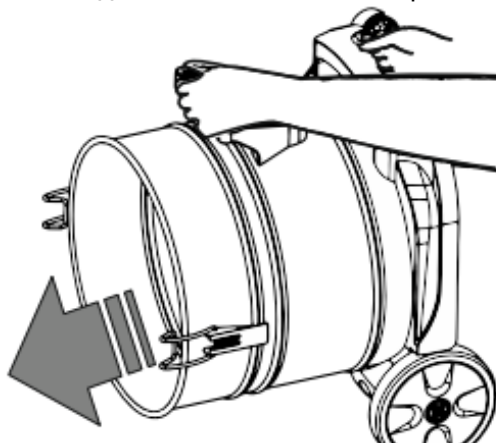

Рисунок 8. Схема очищення бака від сміття.
2. Вивільнити бак від сміття, як показано на рис. 8.